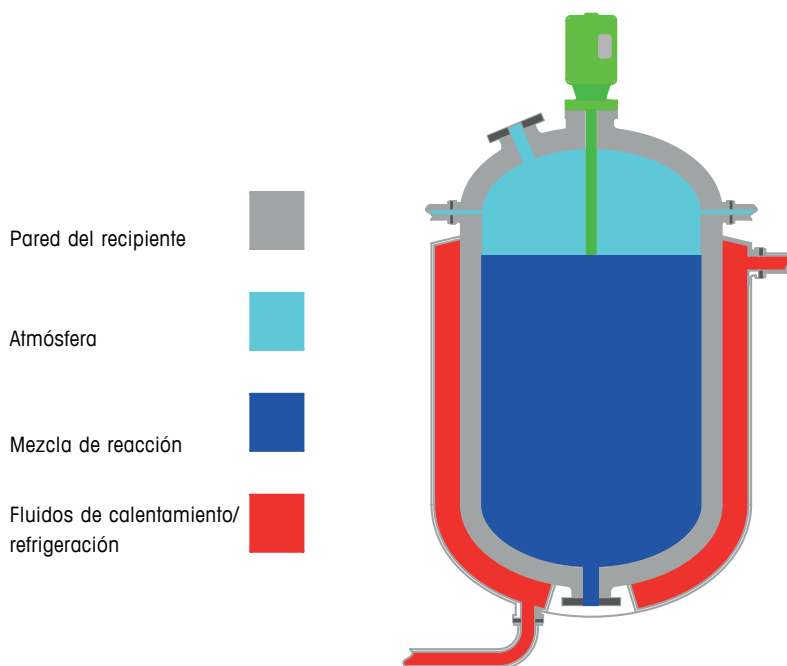

Figura 30: sección transversal de un reactor discontinuo típico
Consulte la figura 30 en la que aparece una sección transversal de un reactor discontinuo típico. Hay una serie de factores que contribuyen al peso muerto de un reactor, lo cual no es deseable desde el punto de vista de la precisión. Aquí se muestra una descripción breve de estos factores.
3. La mayoría de los reactores tiene una bobina o camisa de calentamiento/refrigeración (como se ilustra en la figura 30). Su peso y, en algunas ocasiones con más relevancia, el peso del líquido que contiene, contribuyen al peso muerto. Un reactor así está aislado y protegido mediante una cubierta exterior de acero inoxidable, lo que a su vez incrementa el peso muerto.